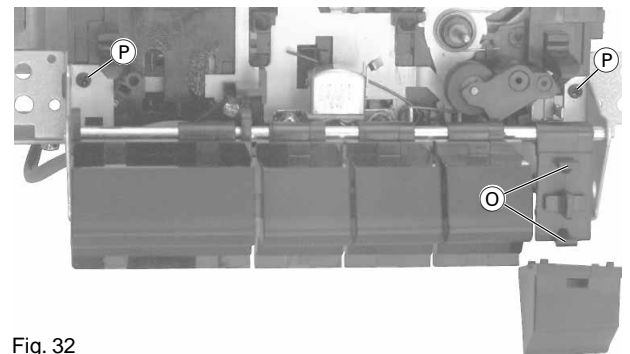

Fig. 32
- Jeweils die beiden Rastnasen **O** (Fig. 32) auf den Tastenträgern ausrasten und die auszuwechselnden Tasten abnehmen.
- Die 2 Schrauben **P** (Fig. 32) des auszubauenden Rahmens herausschrauben.
- Disengage the two catches **O** (Fig. 32) on each of the button carriers and remove the buttons which are to be replaced.
- Undo the 2 screws **P** (Fig. 32) of the frame which is to be removed.